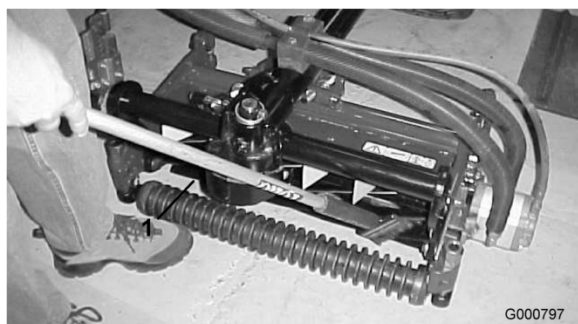

Figure 71
8. Appliquez du produit de rodage avec un pinceau à long manche (Réf. Toro 29-9100). N'utilisez jamais de pinceau à manche court (Figure 71).